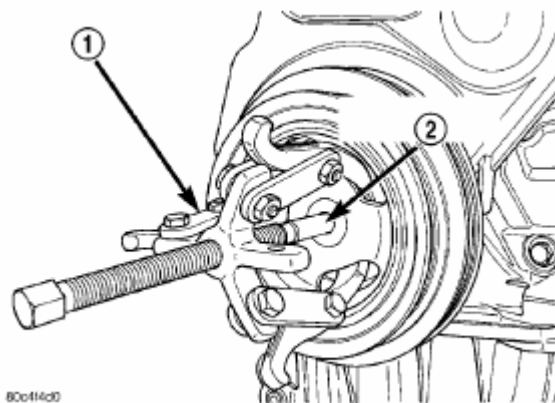

Рис. 51. Снятие гасителя вибрации коленвала – типовое.
(1) Снять гаситель колебаний коленвала (Рис.51)